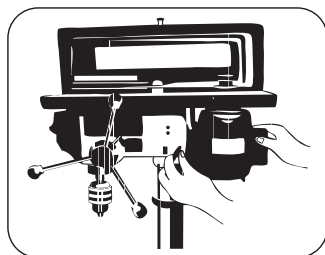

FIGURA 8.14
- Abra la Tapa del Protector de Correa **2** y afloje la traba de tensión de la correa, localizada en la parte externa (Figura 8.14).
- Cuando sea alcanzada la tensión deseada, fije la traba de tensión de la correa (Figura 8.14).